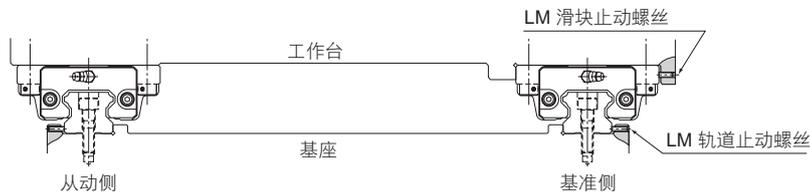

图 4-1 机床中有振动冲击作用时
(1) 将工作台轻轻放置在 LM 滑块上，不完全锁紧安装螺栓。
(2) 通过止动螺丝将 LM 滑块的基准侧与工作台侧面基准面接触，使工作台定位。(图 4-1)
(3) 全锁紧基准侧和从动侧的装配螺栓，完成安装。